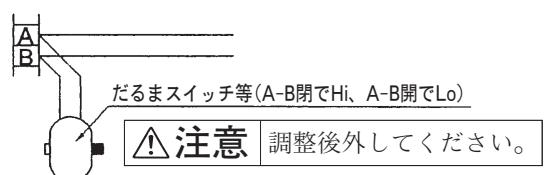

図1
- 2) Loダンパーの位置は図1のダンパーリンク上下のロックナットをゆるめた後リンクを回して調整してください。調整した後、ロックナットを締めてください。